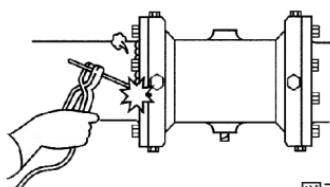

図7
- J. バルブを取り付けてからのフランジ溶接は絶対に避けてください。熱でゴムスリーブが損傷します。(図7)